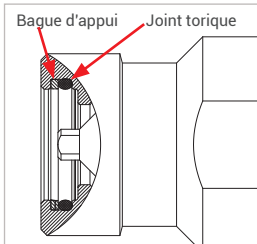

Figure 10
- ▶ Avant d'installer l'insert d'about, vérifier (pos. 7) que les deux composants d'étanchéité (joint torique et bague d'appui, *Figure 10*) respectent l'ordre de montage, sont bien positionnés et intacts. En cas de dommages ou défaut similaire, les garnitures d'étanchéité doivent être remplacées. Se reporter à cet effet au *Chapitre 8.4.1 Remplacement des composants d'étanchéité dans l'insert d'about (pos. 7) page 23*.